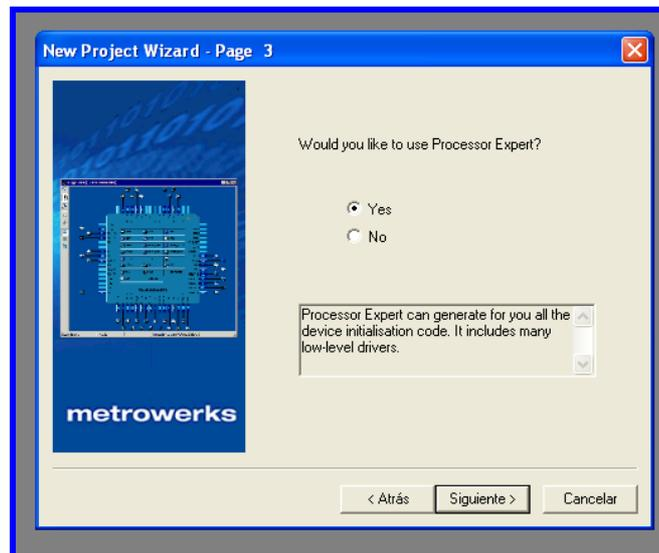

Figura 4.5 Ventana de selección de Processor Expert.
8.- Elegiremos el uso del *Processor Expert*, colocando en la opción Yes (Figura 4.5).